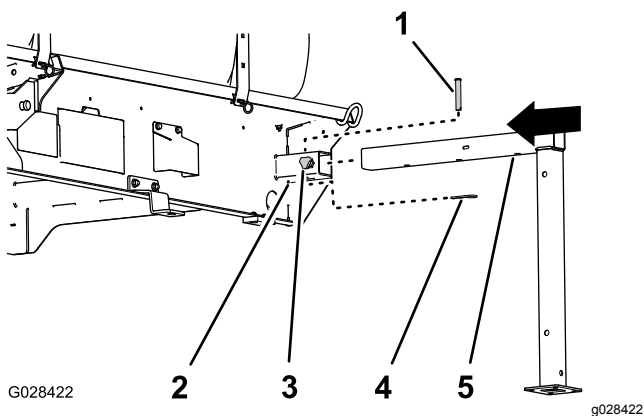

Figura 133
1. Allineate il cavalletto anteriore con la sede per il cavalletto nella parte anteriore del serbatoio (Figura 133).
2. Inserite il cavalletto nella sede apposita fino a che il foro centrale nel tubo orizzontale del cavalletto si allinea con il foro nella parte alta della sede apposita (Figura 133).
4. Avvitare una manopola di bloccaggio nel ricevitore e serrare la manopola manualmente (Figura 133).